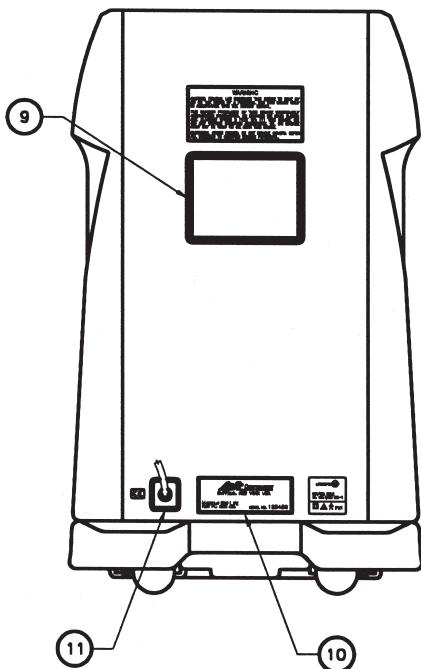

Fig. I.2
I.2. Parte trasera (Fig. I.2) .....	2-ES
### I. 2. Parte trasera (fig. I.2)